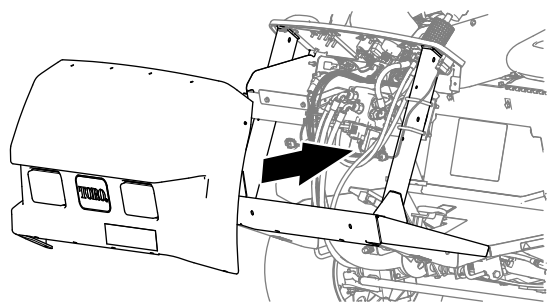

図 139
1. フードの穴をマシンのシャーシの穴に合わせます (図 139)。